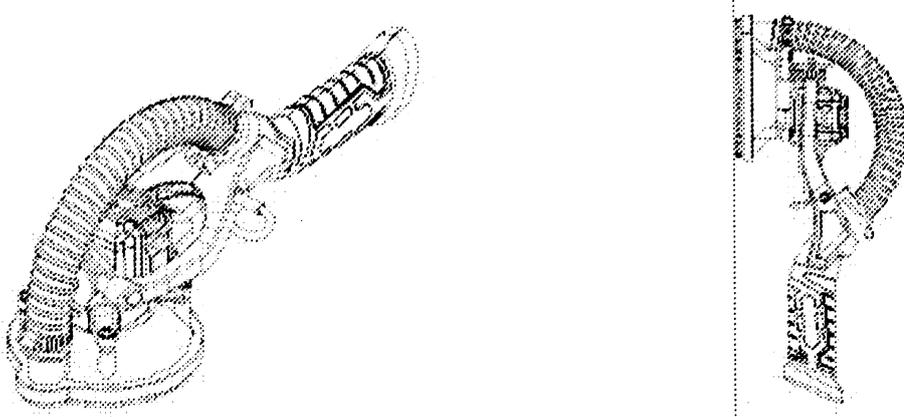

Figura 07
6.6. Fresando os cantos (figura 07):